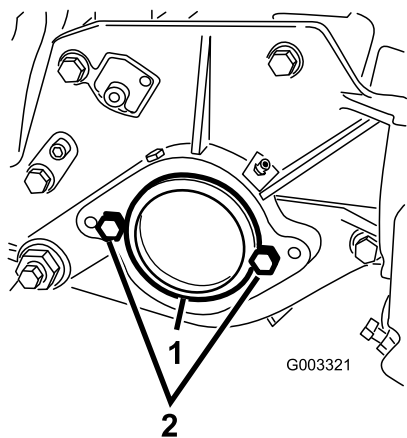

図 11
2. カッティングユニット右側のベアリングハウジングについているプラスチック製のプラグを外す 図 11。
3. 右側サイドプレートからキャップスクリュー2本を取り外す 図 11。
5. カッティングユニットの左側サイドプレートに、リールモータ取り付け用のキャップスクリュー2本を仮止めする 図 11。